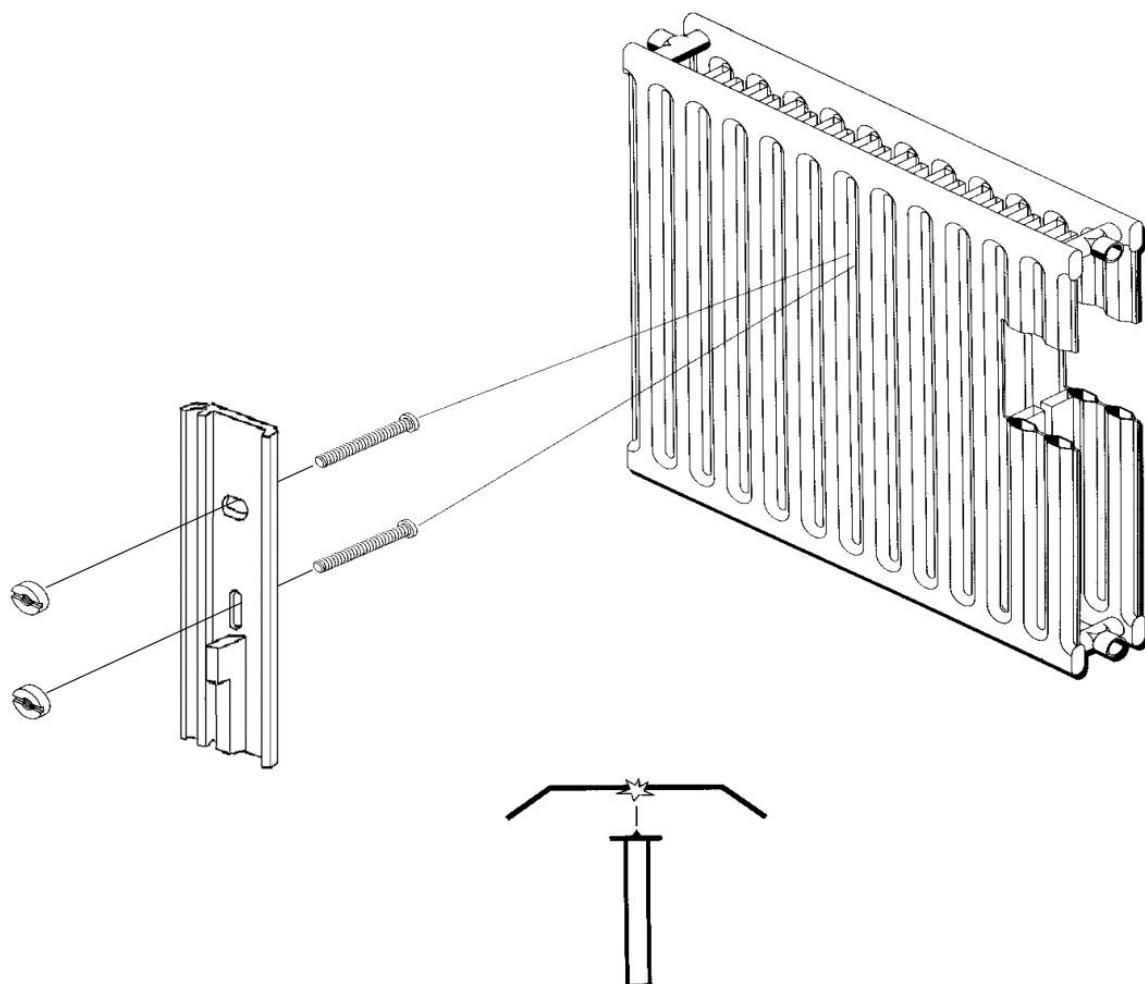

Рис. 4.2. Установка теплового адаптера на радиатор.
- С помощью аппарата для конденсаторной приварки шпилек типа SW2500 или аналогичного приварить 2 шпильки M4x15 вертикально на расстоянии 25 мм друг от друга, как показано на рис.4.2;